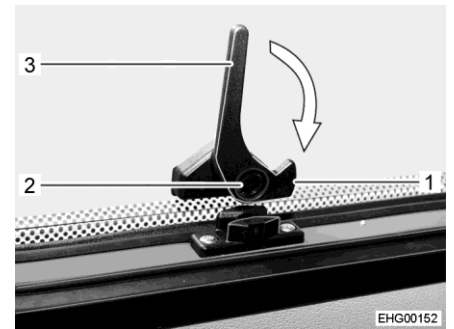

Bild 51 Låsarm, nedtill (i läget "öppet")
- Tryck på låsknappen (Bild 51,2) på låsarmen nedtill (Bild 51,3) och håll den nedtryckt.
- Sväng låsarmen nedtill (Bild 51,3) en kvarts varv mot fönsterkarmen tills låsspaken (Bild 51,1) hakar fast.